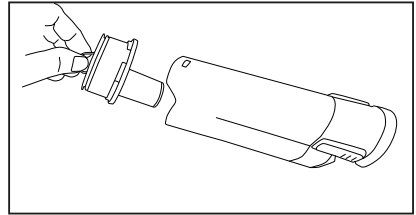

Fig. 5
2. Tirez la bague métallique pour retirer la cartouche à filtres du réservoir à poussière (Fig. 5).